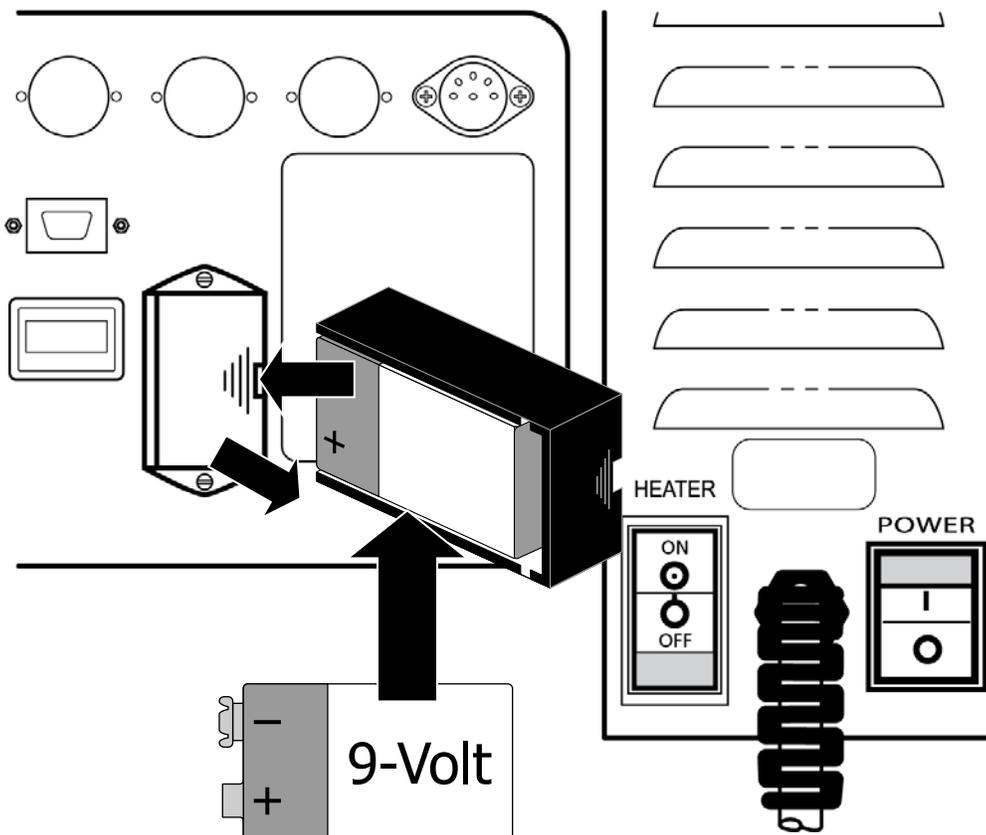

Figura 65 – Sustitución de la batería de 9 voltios
3. Coloque una nueva batería en el cartucho y reinsértela en la máquina como se muestra en la Figura 65. El lado negativo de la batería de 9 voltios deberá estar arriba.
4. Encienda la máquina y, con el interruptor encendido en la parte posterior de la máquina (vea el lado derecho de la Figura 65), apague el motor de la máquina. Preste atención a la alarma de No Encendido y si la alarma no suena, repita los pasos 1-4.